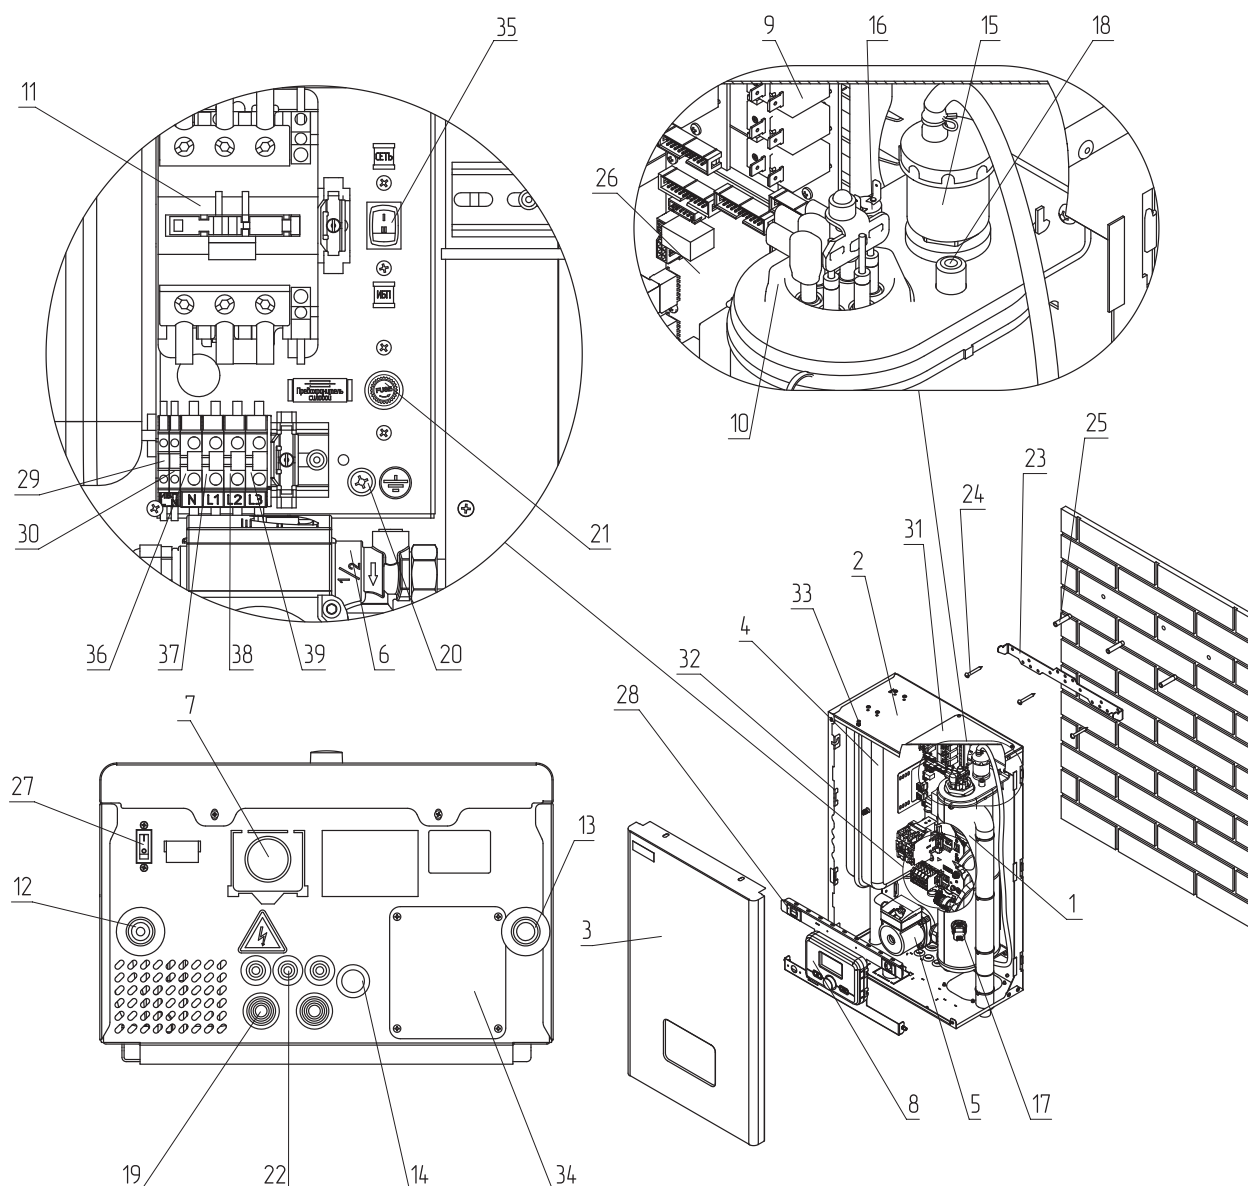
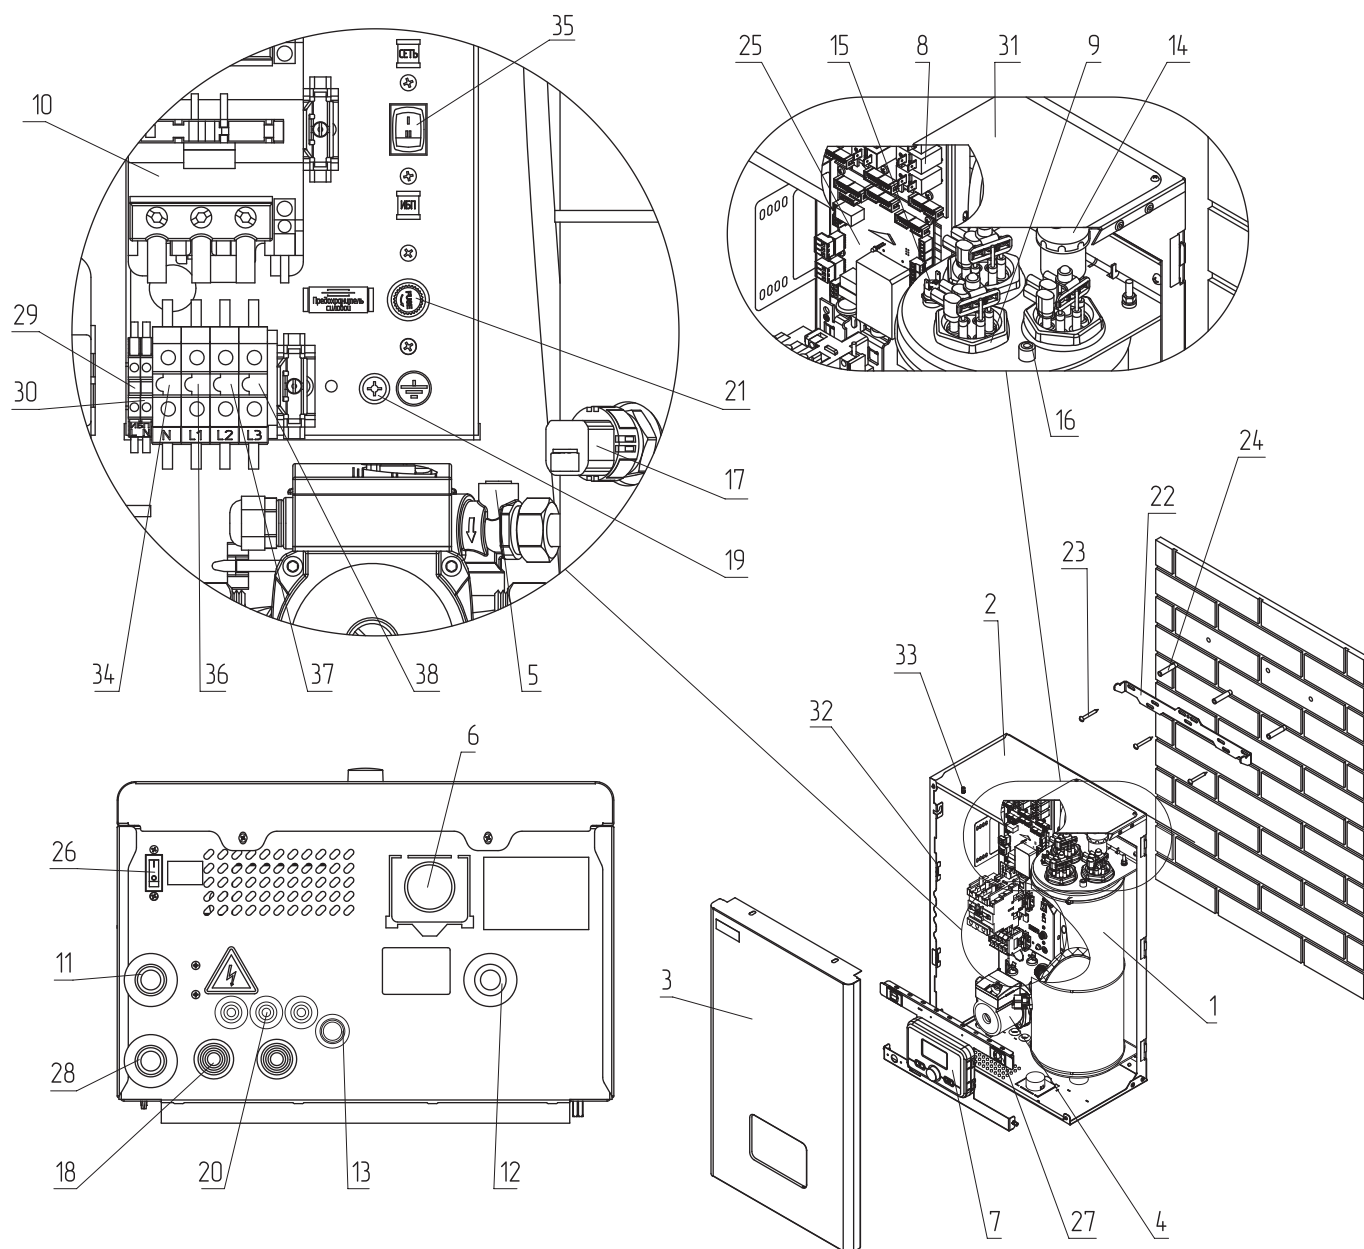

Рис.2 Устройство котла электрического STOUT STATUS 5-18 кВт
Рис.3 Устройство котла электрического STOUT STATUS 21-27 кВт
Внимание! При первом включении котла убедитесь, что переключатель (**Рис.2, Рис.3, поз.35**) в положении I (СЕТЬ).
- перевести переключатель (**Рис.2, Рис.3, поз.35**) в положение ВКЛ;